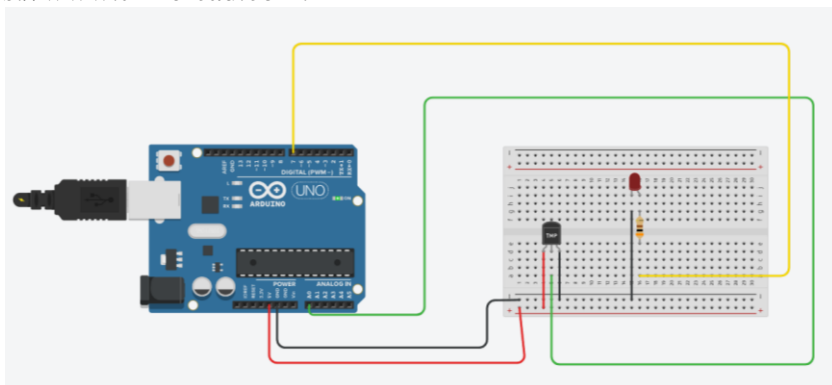
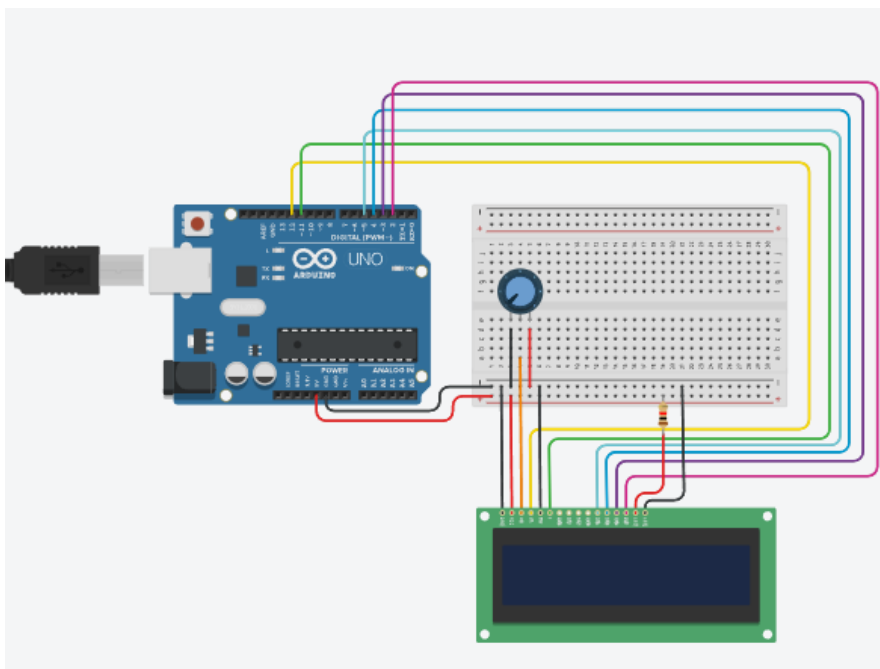

Рис. 19 – Индикация температуры
Рис. 20 – Подключенный дисплей
1. Используя схемы подключения датчика температуры (рис.19) и схему подключения ЖК дисплея (рис.20), собрать единую схему